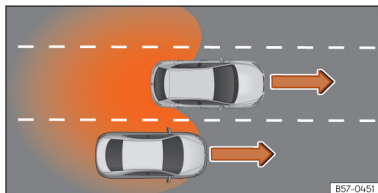

Fig. 150 Depășire pe banda centrală și apoi trecere pe banda din dreapta.
- La depășirea unui alt autovehicul » » **fig. 150** cu o diferență de viteză de aproximativ 10 km/h (6 mph). Dacă vehiculul trece cu o viteză semnificativ mai mare, nu se afișează nicio indicație.